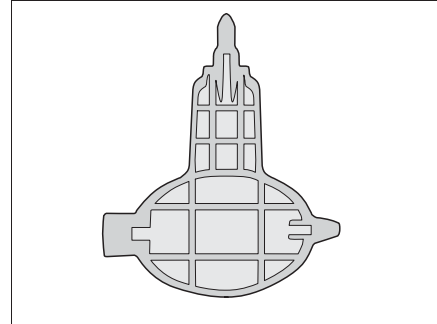

Bild 292 Schlüssel für Siphon (nur Alpa)
- ▷ Dem Modell Alfa liegt ein Schlüssel (Bild 292) zum Lösen des Siphons bei.